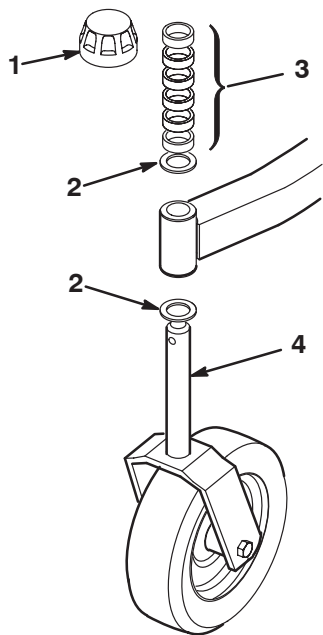

Fig. 1
1. Ta bort spännen från spindelaxlarna och skjut av distans- och tryckbrickorna (fig. 1 och 2).
2. Skjut ned distansbrickorna på hjulspindeln tills den önskade klipphöjden uppnås; information om detta hittar du i klipphöjdsschemat på sidan 13. Skjut på en tryckbricka på spindeln. Skjut den stora hjulspindeln genom den främre hjularmen och den lilla hjulspindeln genom den bakre hjularmen. Sätt på en tryckbricka till samt de återstående distansbrickorna på spindeln, och montera spännen så att monteringen sitter stadigt (fig. 1 och 2).